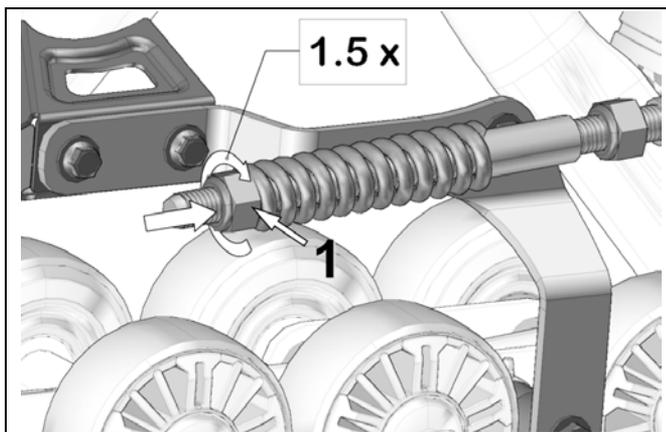

Figure 10
- Tourner l'écrou (1) jusqu'à ce qu'il soit en contact avec le ressort. Comprimer ensuite le ressort en tournant cet écrou 1,5 tour. Voir la Figure 10.